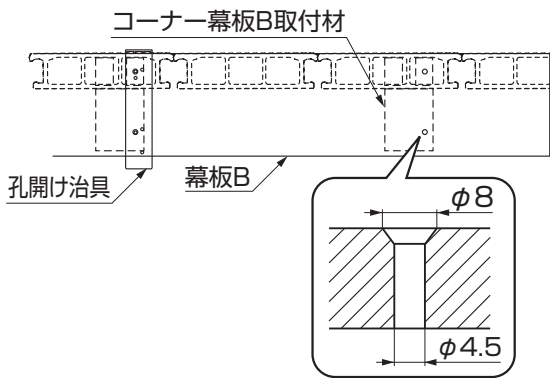

図15-29 幕板の孔あけ
- ④孔開け治具を使って、コーナー幕板B取付材が付いている部分に、 $\phi 4.5$ の下孔と $\phi 8$ のサラ取りを幕板Bにしてください。(図15-29参照)
- ⑤幕板Bを正面幕板B取付材(床板固定用)に、【11-1】で固定してください。
- ⑥幕板Bをコーナー幕板B取付材に、【17-1】で固定してください。
- ⑦幕板Bフリーコーナーキャップを幕板Bフリーコーナー部に当てて、幕板Bに $\phi 2.5$ の下孔をあけてください。
- ⑧幕板Bフリーコーナーキャップを幕板Bに、【19-1】で取付けてください。